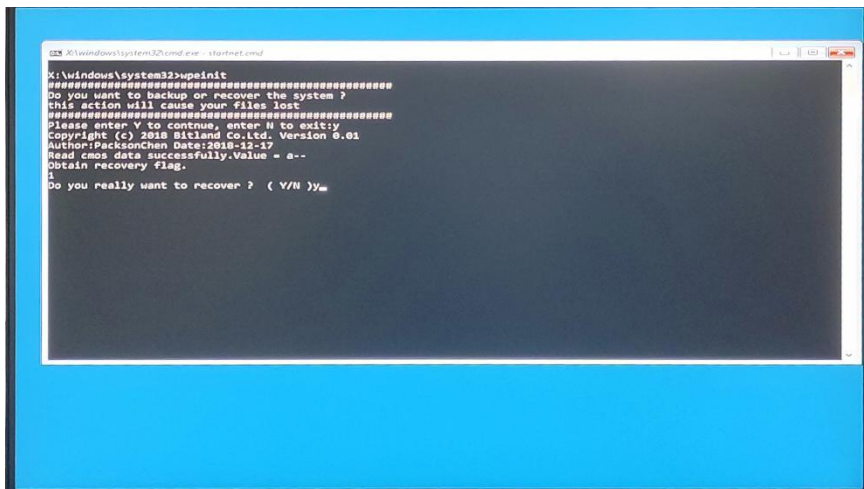
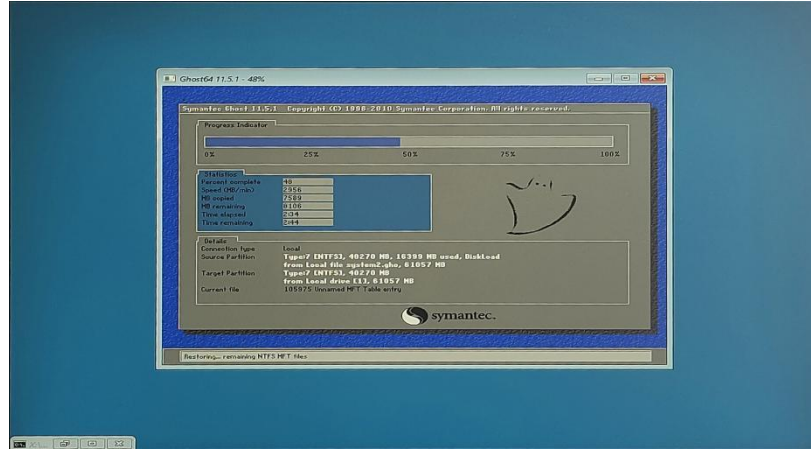

图 4 还原操作界面
图 6 系统还原界面
(1) 检查工作：① 由于备份及还原操作过程中机器均不能外接存储设备，在操作之前务必先检查确认 USB 接口未连接外部存储设备，如 U 盘等，否则备份还原会出现错误；② 保证硬盘内存容量大小不小于 64G；
(2) 按电源键开机或上电开机后，连续点击键盘上的 F4 键，就能进入还原操作界面（如图 4 所示），连续输入 2 次“y”确认。
- (4) 进入到系统还原界面（如图 6 所示），等待还原完成，还原完成后会自动重启，重启后会进入图 4，最后需按 Enter 键确认，等待进入系统即可。